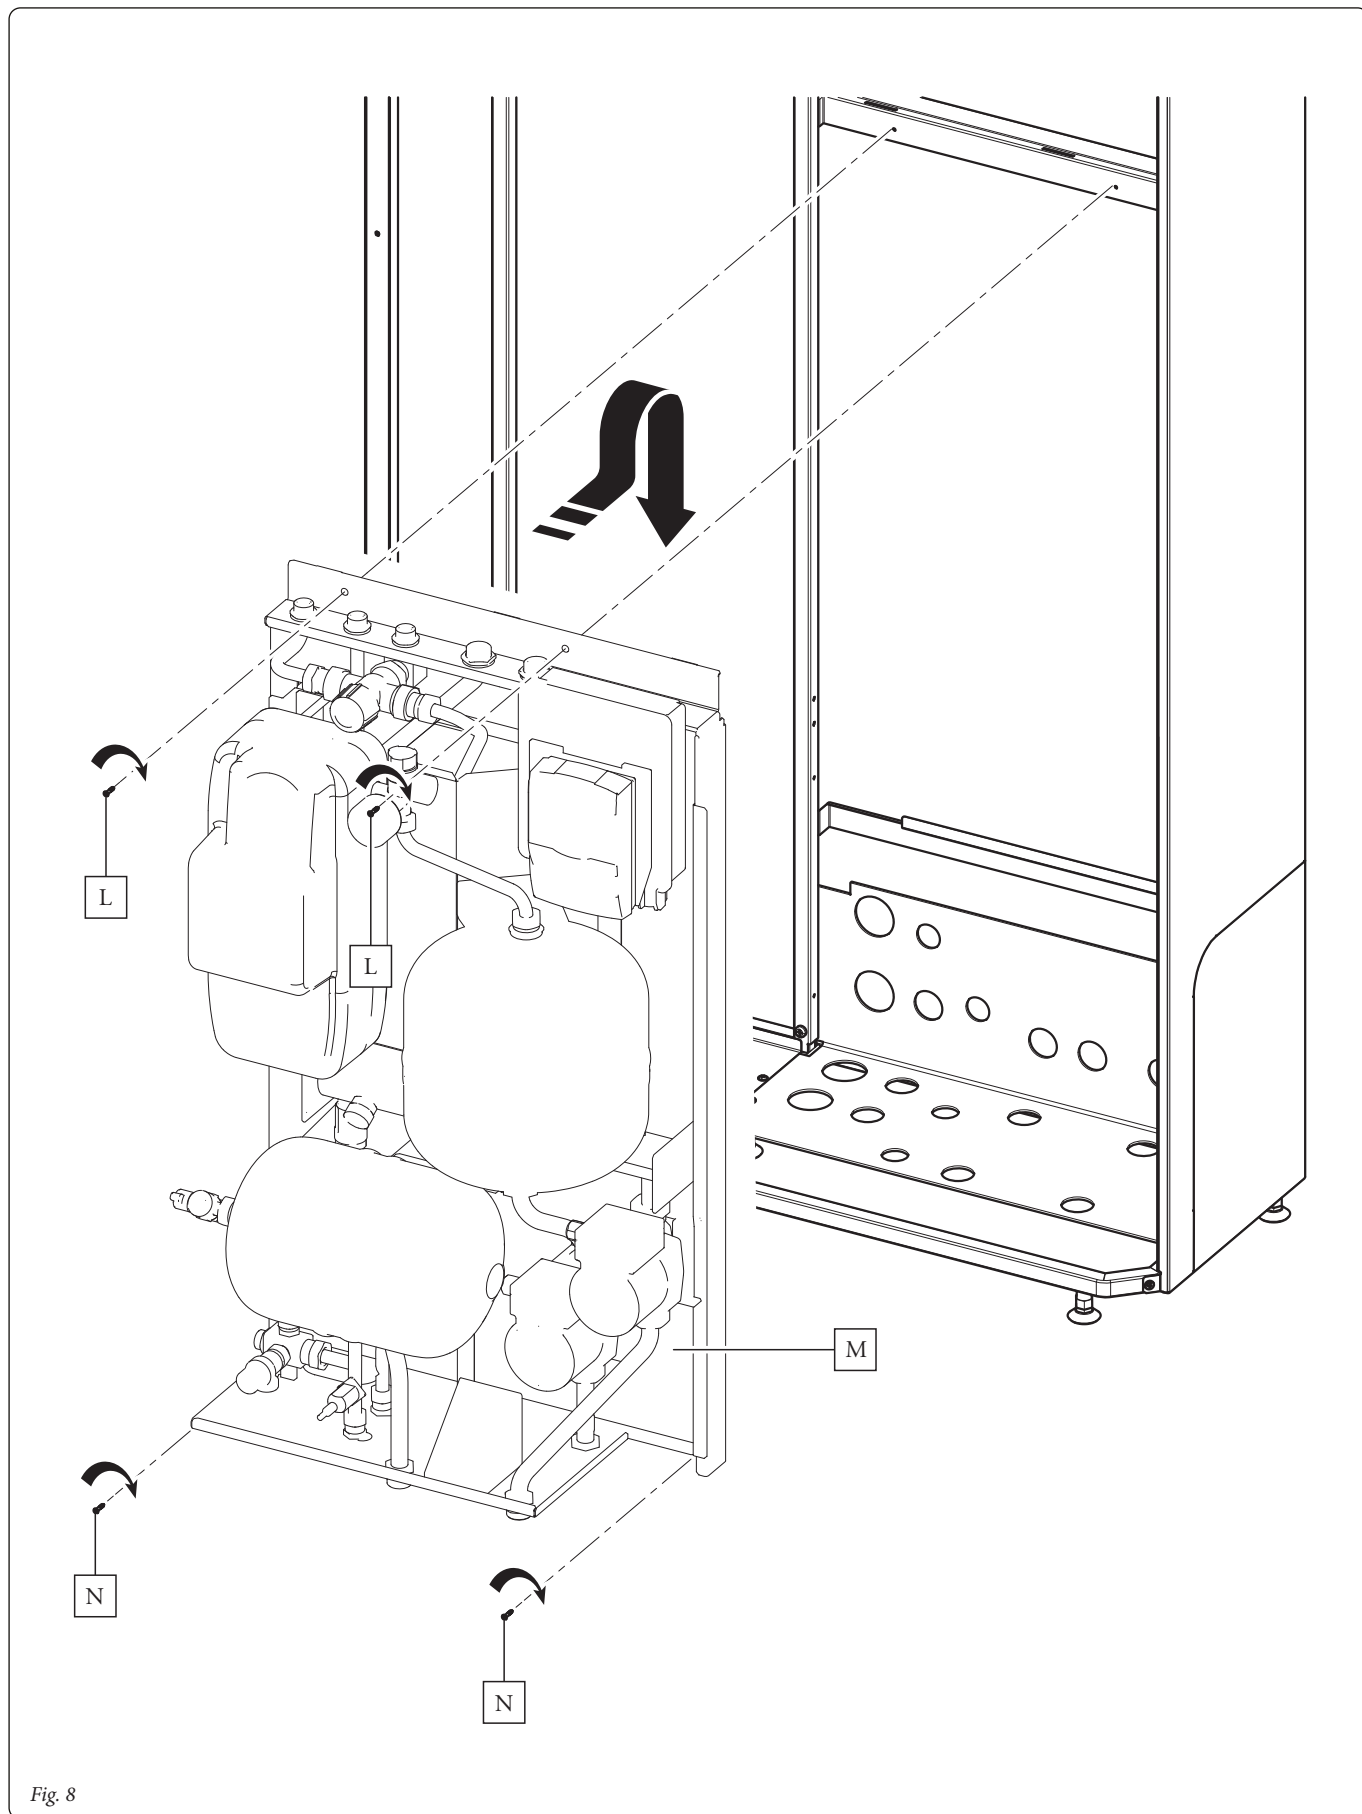

Fig. 8
- Appendere il gruppo idraulico in base al proprio modello (M) alla staffa centrale predisposta sul Domus Container (Fig. 8). Assicurare il posizionamento del gruppo idraulico avvitando le viti (L) sulla staffa centrale.
N.B.: nel caso l'installatore lo ritenga necessario, è possibile bloccare ulteriormente il posizionamento del gruppo idraulico avvitando viti autoperforanti (N) attraverso le forature predisposte sulla parte bassa del gruppo idraulico.